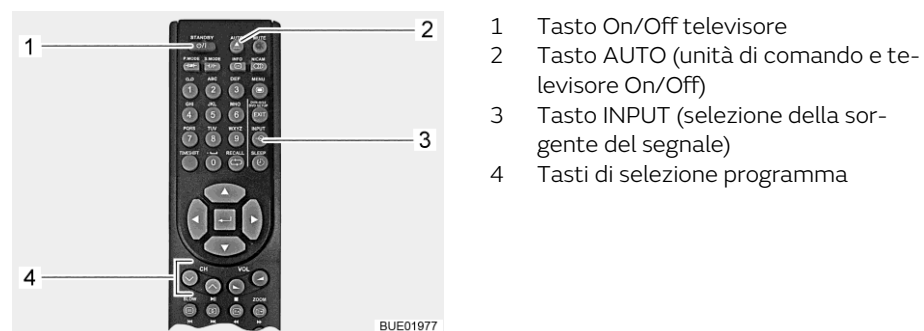
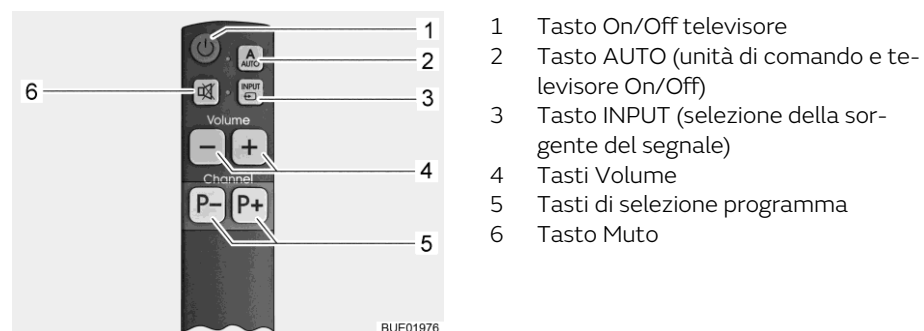

Fig. 28 Telecomando
Fig. 29 Telecomando semplificato (opzionale)
Accensione dell'impianto: ■ Premere il tasto AUTO (Fig. 28,2 o Fig. 29,2) per 1 secondo. Televisore e unità di comando si accendono.
Selezione del programma televisivo: ■ Premere i tasti di selezione programma (Fig. 28,4 o Fig. 29,5), finché non è selezionato il programma televisivo desiderato.
- Premere il tasto INPUT (Fig. 28,3 o Fig. 29,3) le volte necessarie per selezionare la sorgente del segnale desiderata.
- Per tornare all'indicazione del canale del satellite, premere il tasto INPUT (Fig. 28,3 o Fig. 29,3) le volte necessarie per selezionare la sorgente del segnale DVB-S2.
- Premere il tasto AUTO (Fig. 28,2 o Fig. 29,2).
- Premere il tasto On/Off del televisore (Fig. 28,1 o Fig. 29,1). L'unità di comando non si accende e l'antenna rimane in posizione di parcheggio.
- Premere il tasto INPUT (Fig. 28,3 o Fig. 29,3) le volte necessarie per selezionare la sorgente del segnale desiderata (ad es. DVD).
- Per spegnere il televisore, premere il tasto On/Off del televisore (Fig. 28,1 o Fig. 29,1).